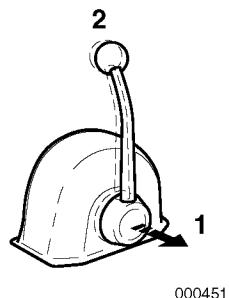

Figure 15
Lorsque vous tirez sur la poignée (Figure 15, (1)), vous pouvez contrôler la vitesse du moteur sans engager l'engrenage marin. L'engrenage marin reste en position NEUTRE, aucune position de chargement. Tournez le bouton (Figure 15, (2)) vers la gauche pour bouger la poignée ou vers la droite pour la verrouiller.